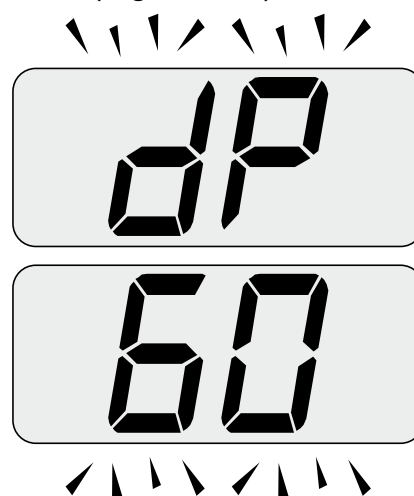

Figura 7.6
- Premere 2 volte il tasto 18 fino a far apparire sul display LCD le lettere **DP** che si alternano con il valore di temperatura dell'acqua di riscaldamento (es. **60**), indicanti l'entrata nell'attivazione della "funzione spazzacamino" alla potenza massima in sanitario (Figura 7.6 ).